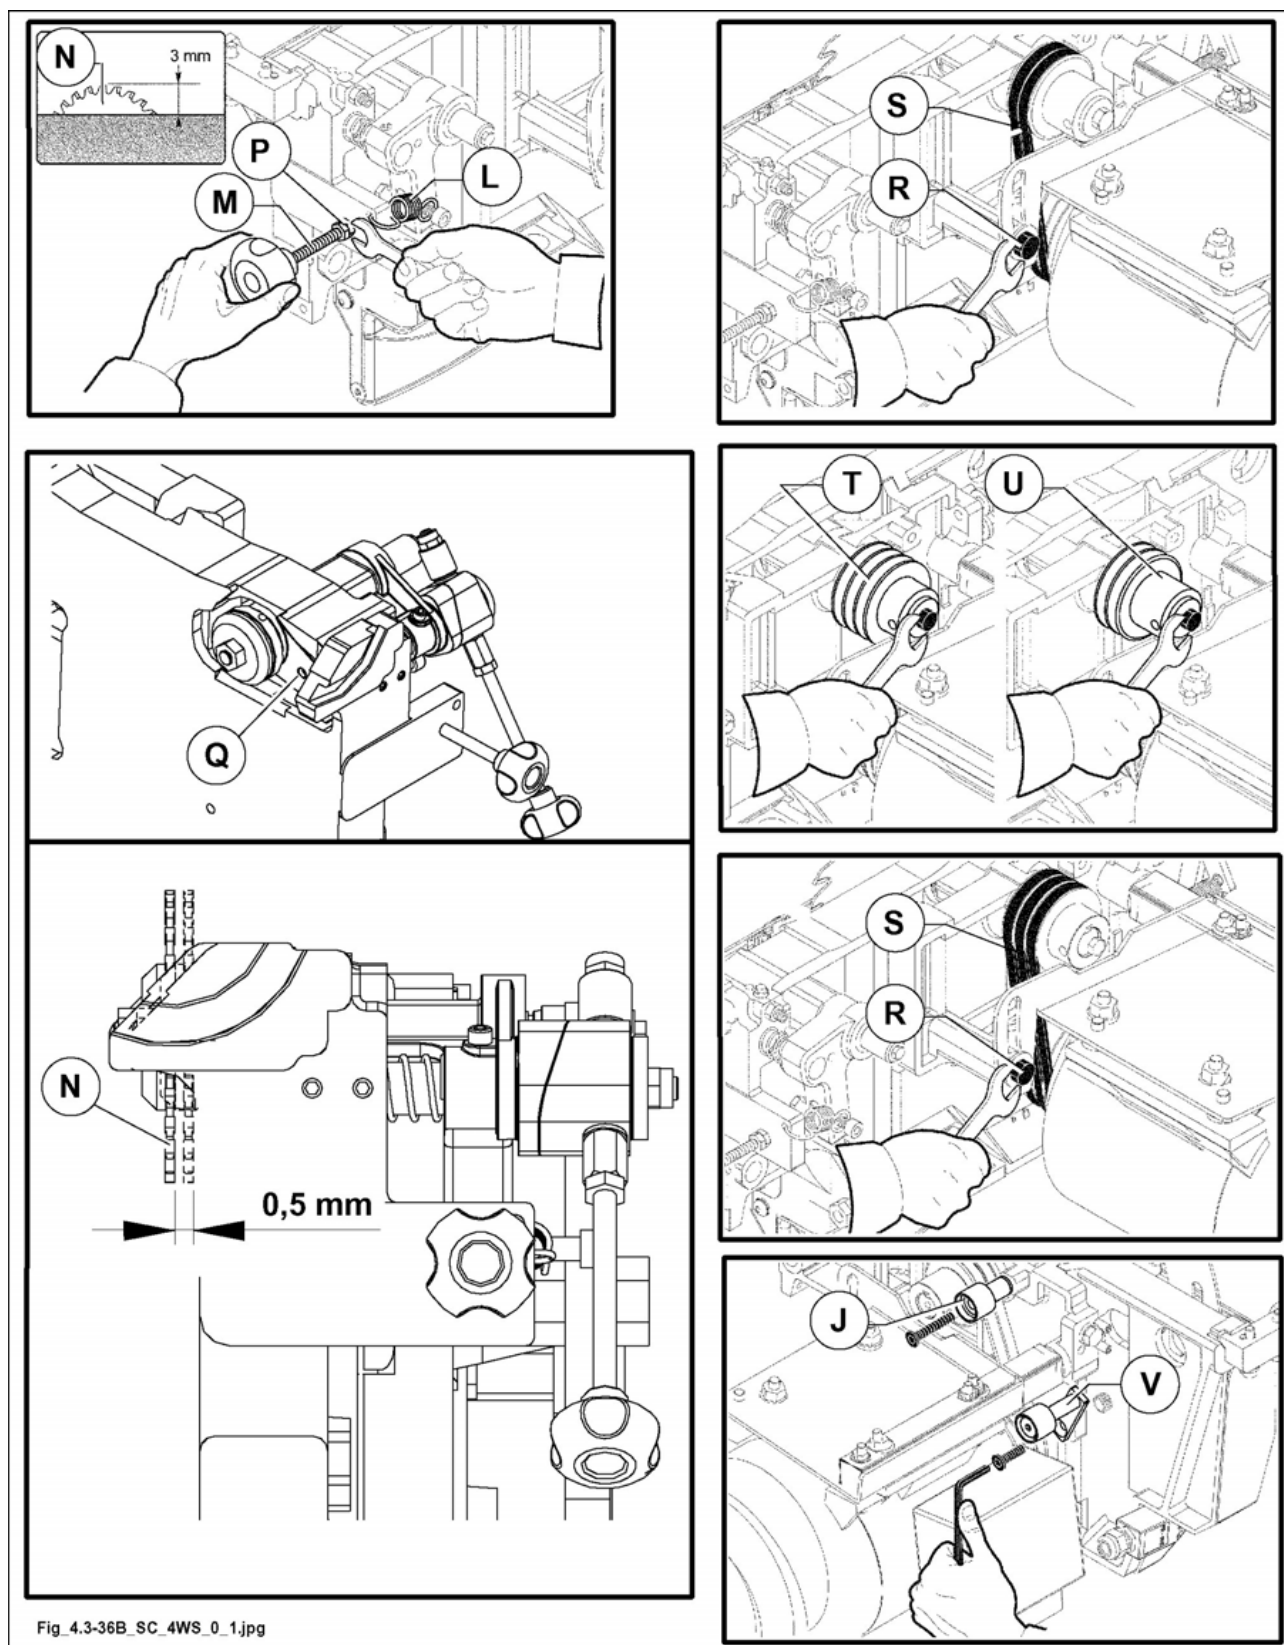

Abb. 4.3-36B
- 10) Haken Sie die Feder (L Abb.4.3-36B) ein.
- 11) Ziehen Sie die Einstellschraube (M Abb.4.3-36B) fest, so dass das Vorritzersägeblatt (N Abb.4.3-36B) um 3 mm über den Arbeitstisch hervorsteht.
- 12) Ziehen Sie die Muttern (P Abb.4.3-36B) ganz fest, um die Einstellschraube (M Abb.4.3-36B) zu sperren.
- 13) Den Anschlagstift (Q Abb.4.3-36B) betätigen, sodass das Vorritzsägeblatt (N Abb.4.3-36B) um 0,5 mm auf die Innenseite verschoben wird.
- 14) Drehen Sie die Schraube (R Abb.4.3-36B) heraus, um die Riemen (S Abb.4.3-36B) zu lockern und abzuziehen.
- 15) Nehmen Sie die Riemenscheibe (T Abb.4.3-36B) ab und ersetzen Sie sie durch die mitgelieferte Riemenscheibe (U Abb.4.3-36B).
- 16) Bauen Sie die Riemen (S Abb.4.3-36B) wieder ein (zwei Stück), spannen Sie sie und ziehen Sie die Schraube (R Abb.4.3-36B) wieder fest.
- 17) Montieren Sie die Umlenk-Leitrolle (J Abb.4.3-36B) und die feststehende Leitrolle (V Abb.4.3-36B).
prüfen Sie, ob die Leitrolle (V Abb. 4.3-36B) mit der Umlenk-Leitrolle gefluchtet ist, falls nicht, setzen Sie Unterlegscheiben ein.